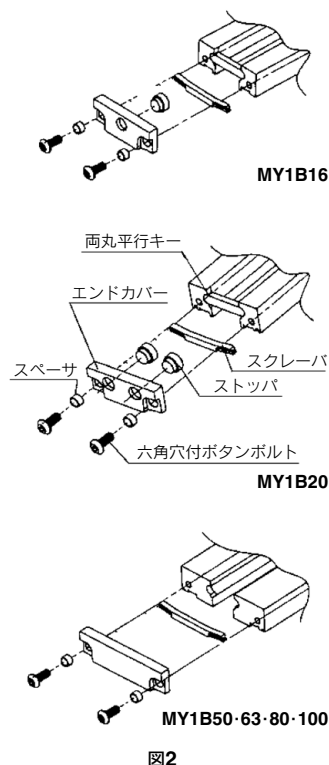

図2
- エンドカバー Ass'y下部とシリンダチューブ上面とのクリアランスが1mm程度になる様に、エンドカバーを固定します。この時、六角穴付ボタボルトの締付トルクは、表2を参照願います。反対側も同様に固定します。(図2)